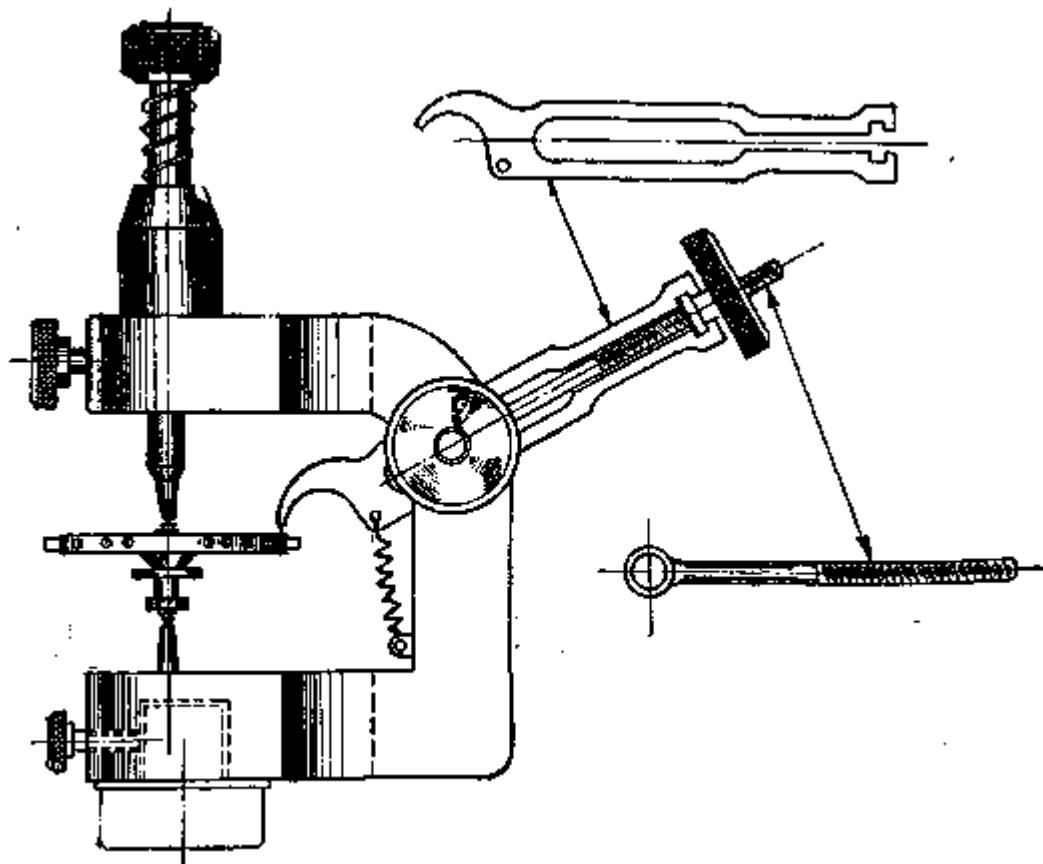

Рис. 87. Специальный станок для проверки баланса
4. Станок для проверки баланса по плоскости (рис. 87), закрепляющийся в тисках. Проверка баланза во всех случаях производится медленным поворотом баланза и наблюдением просвета между остроугольным выступом линейки и ободом.